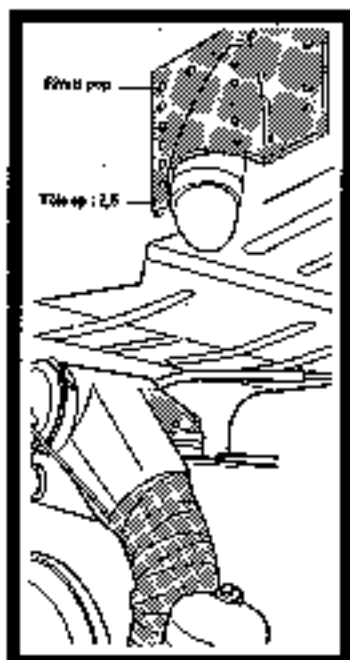

FIGURE 6
- Renforcer la butée de débattement (Fig. 3). Renforcer la butée fixée sur caisse (Fig. 6).